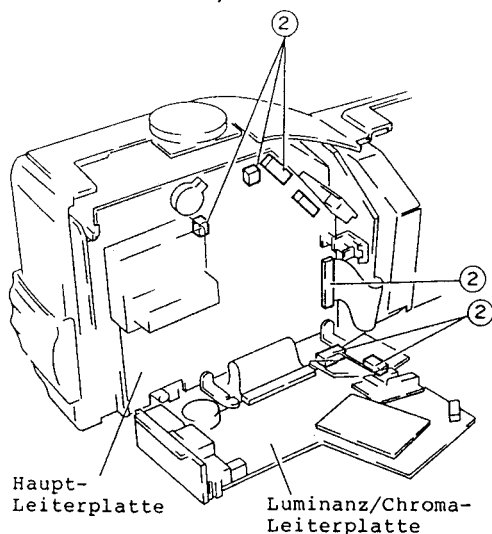

Abb. 2-24
2. Fünf (5) Stecker (CN004, CN006, CN007, CN010, CN013) und ein (1) Flachkabel (CN008) abziehen (siehe Abb. 2-24).
2. Die Prozeß-Leiterplatte entfernen (siehe Abb. 2-24, 2-25, 2-26).